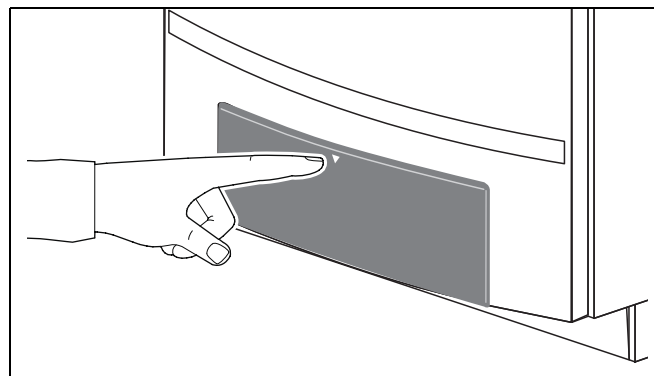

Рис. 59 Открывание панели управления
- Нажать и открыть панель управления (рис. 59).